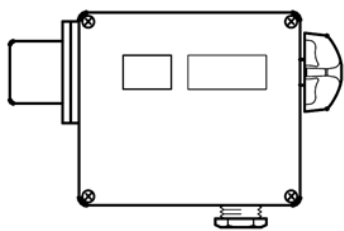

Рис.4.4.4.
4.4.4. Если реле давления подвержено вибрации, то рекомендуется устанавливать его присоединительным штуцером для кабеля вниз (рис.4.4.4).